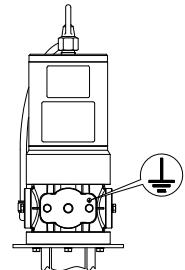

Fig.8 アース接続箇所
- 1) ポンプを設置するときには必ず指定箇所からアースを接続してください。 (Fig.8)